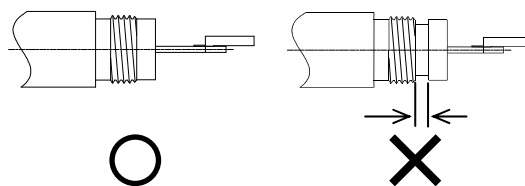

图 22 确认密封
② 在安装新的过滤器之前，请确认前端的黑色橡胶零件上无凸起。如果黑色橡胶零件上有凸起的话(如图 22所示)，将无法达到完全密封效果。